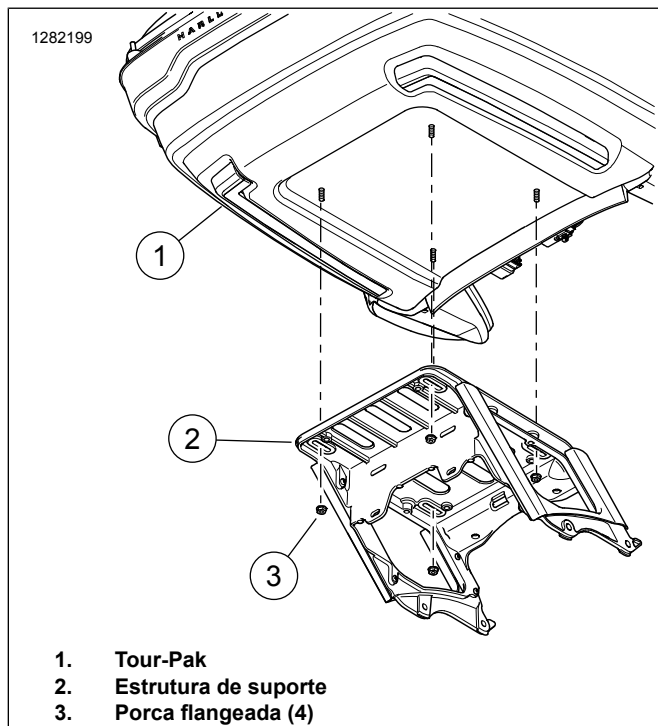

Figura 3. Fixação do Tour-Pak
- b. Veja Figura 3. Retire as porcas flangeadas (3) que prendem o Tour-Pak ao suporte.